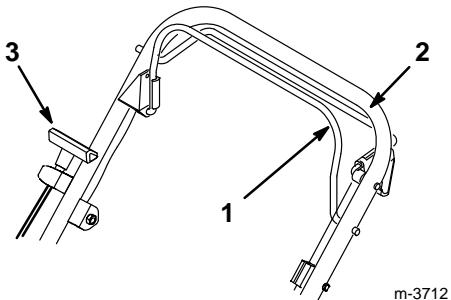

Figure 9
2. Serrer la barre de commande de lame contre le mancheron (Fig. 9).
- Tirer lentement la poignée du lanceur jusqu'à ce qu'on sente une résistance, puis la tirer vigoureusement (Fig. 9). Laisser la poignée du lanceur revenir lentement jusqu'au mancheron.